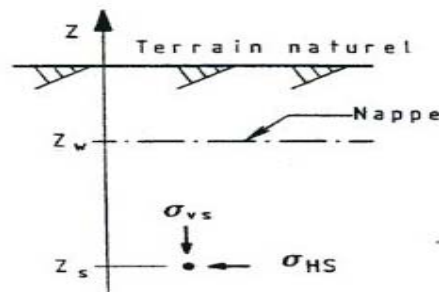

Figure 3 — Contraintes dans le sol avant essai
4.2.2 Contraintes dans le sol au repos avant essai (figure 3)